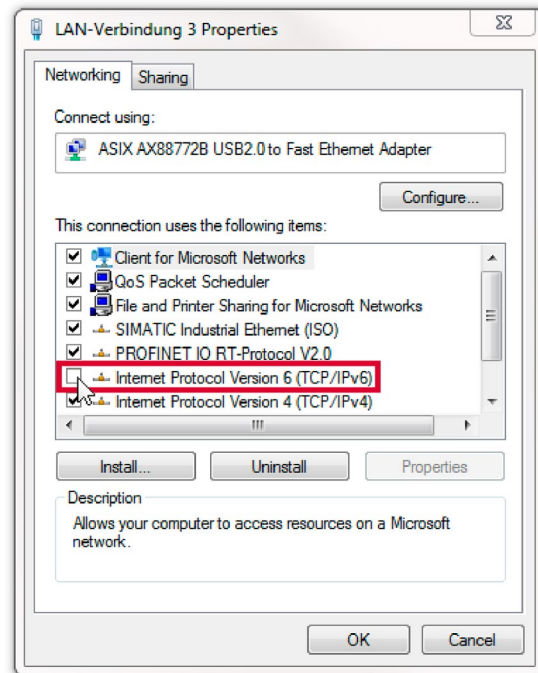

Fig. 48: Disable TCP/IPv6
3. Disable “Internet Procotol Version 6 (TCP/IPv6)” (Fig. 48).